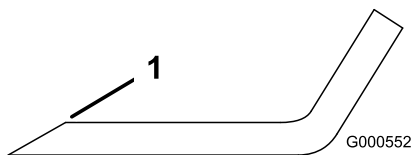

Figure 49
1. Au moyen d'une lime, aiguissez les tranchants à chaque bout de la lame (Figure 49).
Remarque: Si la lame est déséquilibrée, limez un peu l'extrémité de la partie relevée seulement (Figure 49).